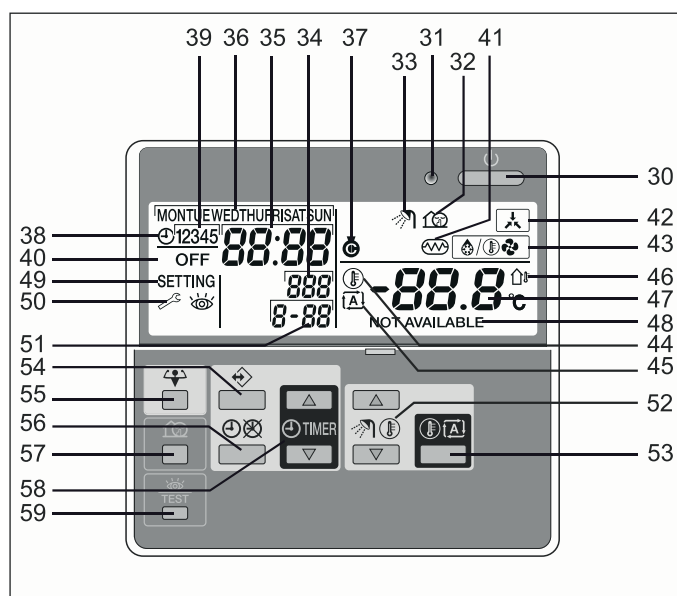

Bild 7-1 Display- och kontrollelement på regleringen - teckenförklaring se Tab. 3-1 och följande beskrivning
- ➔ I visningsfältet (Bild 7-1, pos. 34) visas sensornumret 001.